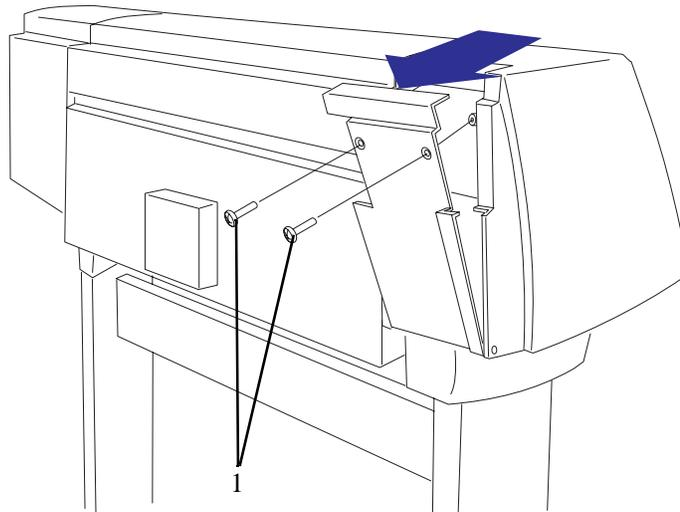
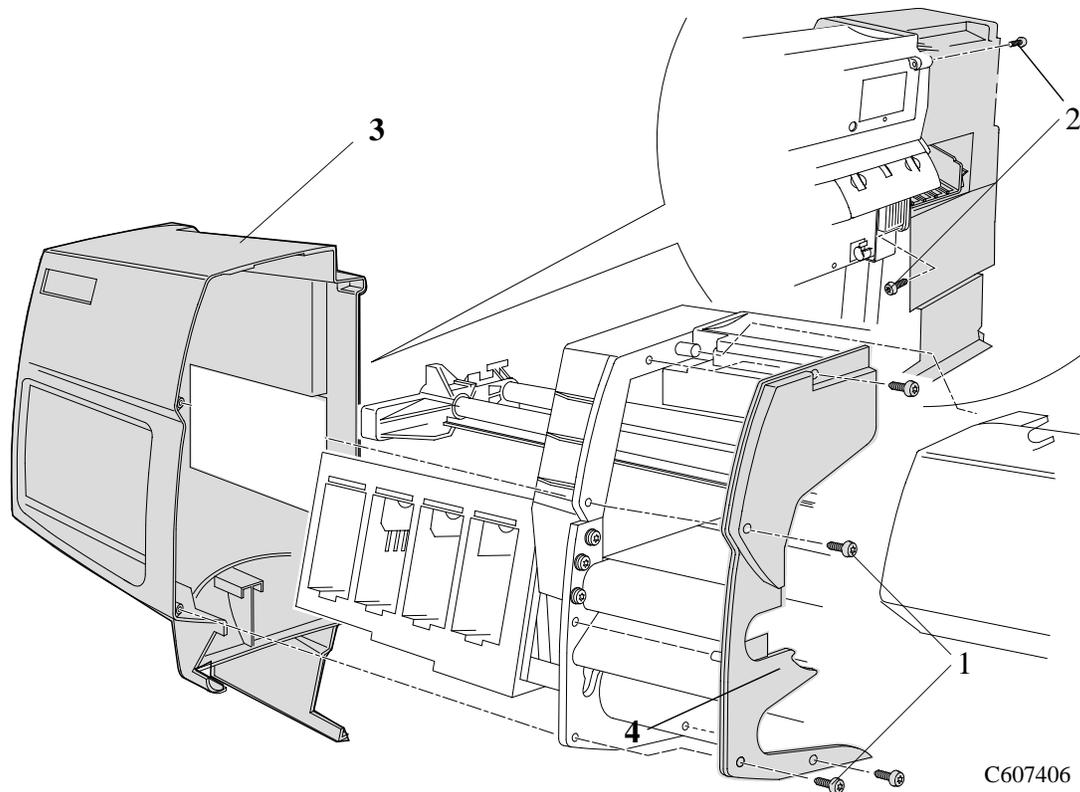

Figura 8: "Cover" del Lado Izquierdo
Figura 15: "Cover" del Lado Izquierdo
Consulte de la Figura 8 a la Figura 15.
1. Abra la puerta en la parte posterior del "cover" del lado izquierdo quitando los dos tornillos T-15 (item 1) (Consulte la Figura 8).
NOTA En los siguientes pasos, consulte la Figura 15.